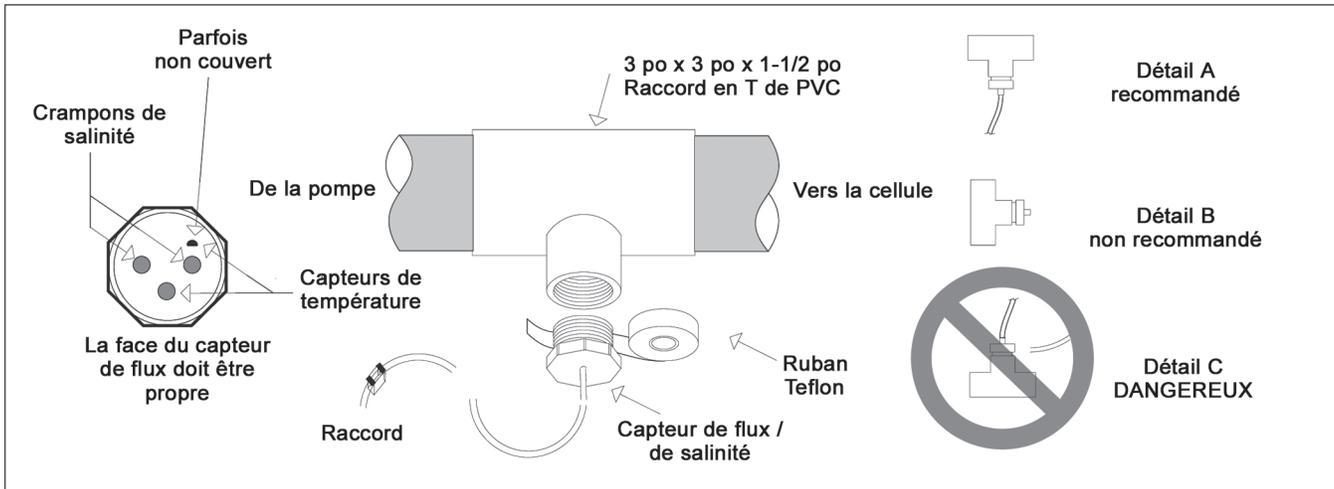

Figure 4. Capteur de flux / de salinité - COM25
Le capteur de flux / de salinité doit être installé en suivant les instructions de la Section 3.5, Figure 4.
- Installez le capteur tel qu'illustré sur la Figure 4, Détail A. Cela assurera le fonctionnement le plus sûr.
- (1) sur la même conduite que la cellule d'électrolyse;
- (2) sans vannes ou dérivation entre les deux;
- (3) de préférence entre la pompe de piscine et la cellule.
- N'installez pas le capteur de flux / de salinité tel qu'il est montré sur la Figure 4, Détail C. Cette position peut permettre à la cellule de fonctionner sans écoulement d'eau, ce qui entraînerait une accumulation de gaz inflammables résultant en UN INCENDIE OU UNE EXPLOSION.
5. Nettoyez les extrémités coupées du tuyau et le raccord PVC en T de 77 mm x 77 mm x 38 mm (3 po x 3 po x 1½ po) avec un nettoyant /apprêt tout usage homologué NSF®. Installez le raccord en T de 77 mm (3 po) dans la position recommandée (Voir la Figure 4, Détail A). Collez le raccord en T sur les extrémités coupées avec un ciment tout usage homologué NSF®. Prévoyez un temps de séchage suffisant avant de mettre le système sous pression.